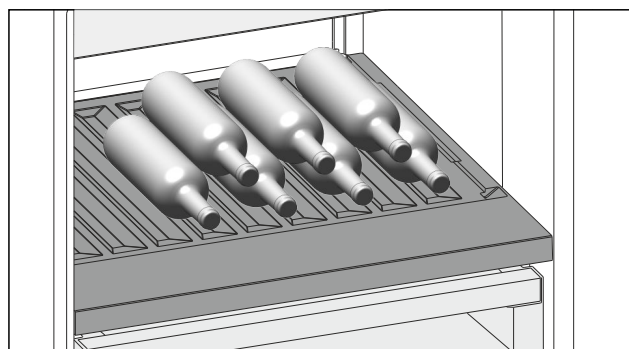

Fig. 110
- ▶ A palackokat az aljukkal hátrafele helyezze a hátfalhoz. (lásd Fig. 110)